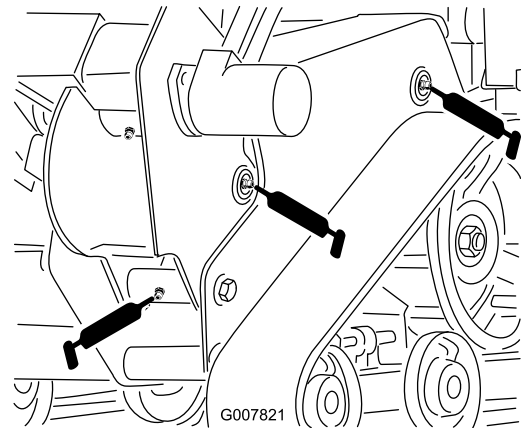
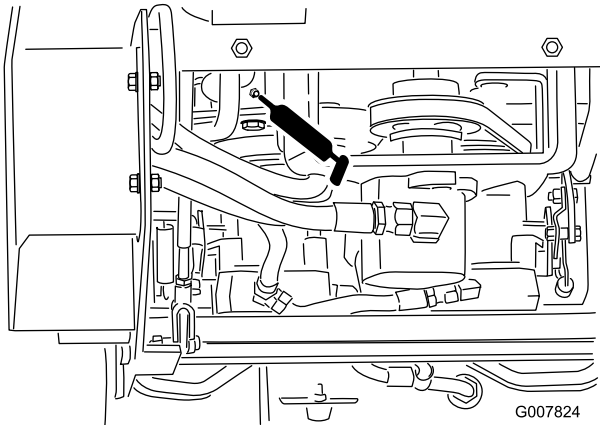

Figure 28
Figure 31
3. Raccordez une pompe à graisse à chaque graisseur (Figure 28 à Figure 31).